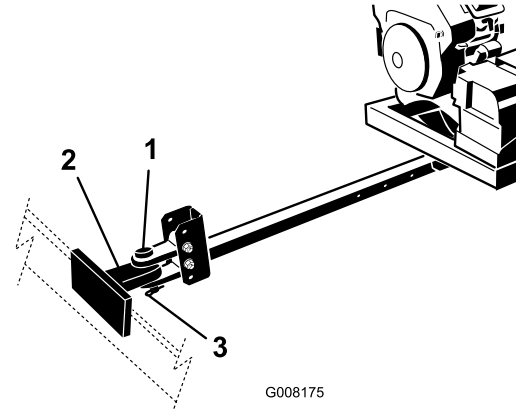

Figure 8
- Accouplez le dispositif d'attelage du souffleur au dispositif de remorquage du véhicule tracteur à l'aide de la goupille et de la chape d'attelage (Figure 8).